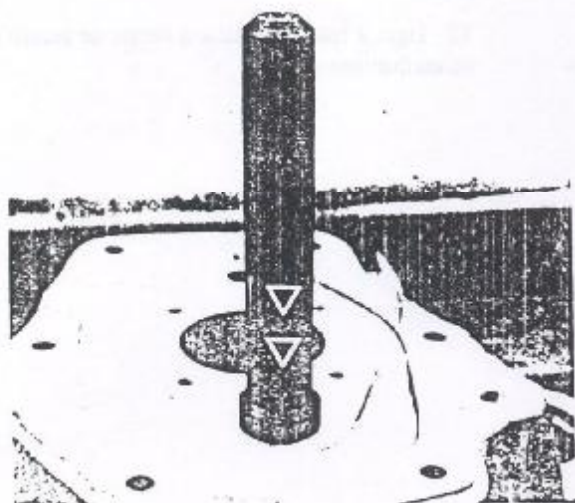

Figura 3.01.11 - Instalação do rolamento de agulhas da árvore intermediária.
16. Caso o rolamento de agulhas da árvore intermediária tenha sido removido, instalá-lo na carcaça da embreagem, com o auxílio da ferramenta G.3.01.06A (Figura 3.01.11).